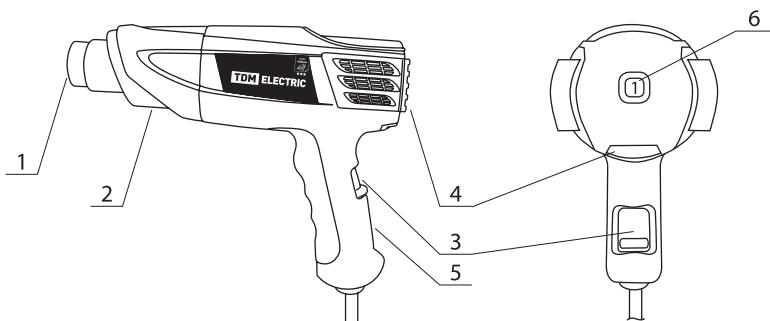

Рисунок 1. Органы управления и индикации
Регулятор включения 3 (см. рисунок 1) позволяет включать изделие, а также изменять режимы интенсивности обдува. Регулятор имеет три положения – выключен, режим I и режим II:
На сопло фена 1 (см. рисунок 1) можно установить сменные насадки, которые входят в комплект поставки. Область применения насадок представлена в таблице 3. Смена насадок производится только после остановки двигателя, отключения изделия от сети и остывания сопла до комнатной температуры.
Регулятор плавного изменения температуры 4 (см. рисунок 1) в положениях 1–9 из-
7.1. Убедитесь в том, что регулятор переключения режимов 3 (см. рисунок 1) находится в крайнем нижнем положении.